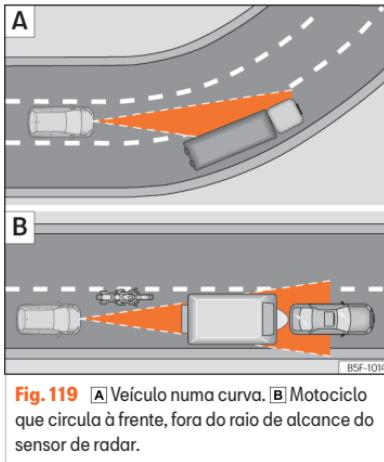

Fig. 119 **A** Veículo numa curva. **B** Motociclo que circula à frente, fora do raio de alcance do sensor de radar.
O ACC poderia não detetar em curva o veículo precedente ou poderia regular a distância com veículos que se encontram noutras faixas **»» Fig. 119 A.**
- Veículos que circulem desalinhados ou fora da zona de deteção do sensor, por exemplo, motociclos **»» Fig. 119 B.**